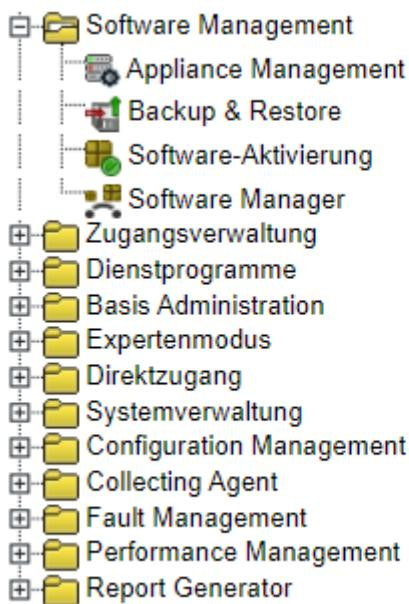

Figure 89: Softwaretransfer/Software-Aktivierung in Software Management aufrufen
- 2) Klicken Sie auf **Platform Portal** (siehe Abbildung 89 auf Seite 170).